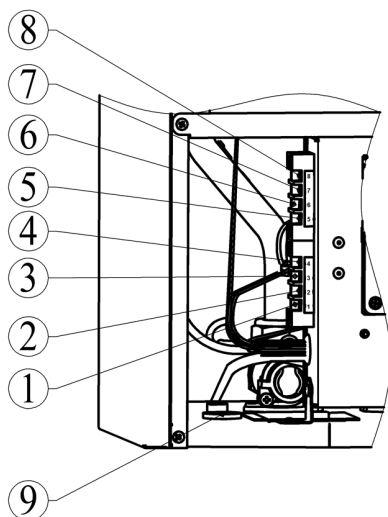

Рис. 11. Подключение дополнительных устройств
- удалить перемычку между клеммами 1 и 2 на колодке блока управления (рисунок 11);
- продеть двухпроводной кабель, идущий от термостата, через проходную муфту 5 в корпусе и подключите его к клеммам 1 и 2 (рисунок 11);
- продеть двухпроводной кабель, идущий от датчика, через проходную муфту 5 в корпусе и подсоедините его к клеммам 3 и 4 (рисунок 11);
- удалить перемычку между клеммами 1 и 2 (рисунок 11);
- Проденьте двухпроводной кабель, идущий от термостата БКН, через проходную муфту 9 в корпусе котла и подсоедините его к клеммам 5 и 6 (рис. 11).
- Проденьте двухпроводной кабель, идущий от датчика температуры БКН, через проходную муфту 9 в корпусе котла и подсоедините его к клеммам 7 и 8 (рис. 11).